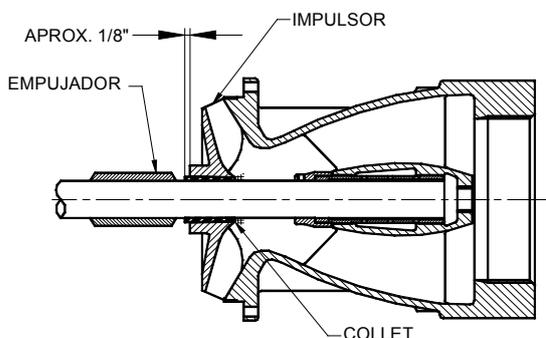

Fig. 21. Fijación de los impulsores.
- i) Si se emplea el dispositivo tapón posicionador, deslice hacia abajo el impulsor hasta hacerlo chocar con el tazón inferior. Utilizando la hoja de un destornillador expanda el collet y bájelo hasta el impulsor. Deslice el dispositivo empujador de collet sobre el eje con la punta de ensamble en dirección del collet. Usando golpes suaves introduzca el collet entre el impulsor y el eje manteniendo el impulsor contra el tazón de succión (Ver Fig. 21). Cuando el collet está correctamente instalado sobresale unos 3 mm arriba del impulsor.